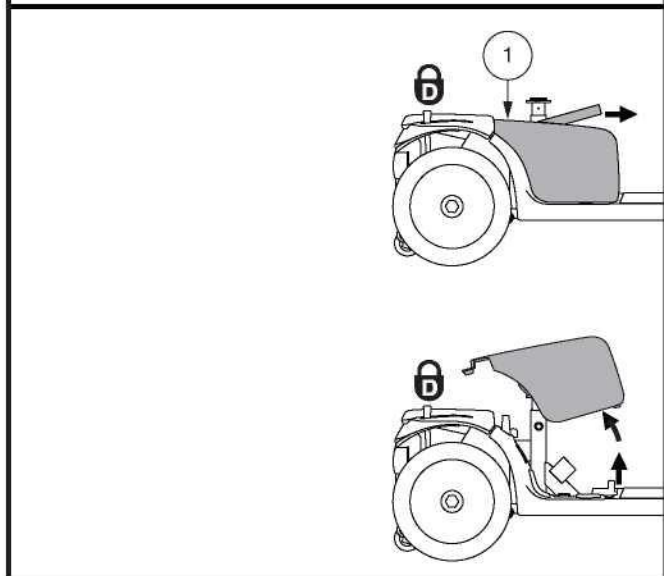

Figure 10. Retirer/Installer le protecteur de la batterie
1. Retirez le siège et le capot à batteries. **Voir la figure 10.**